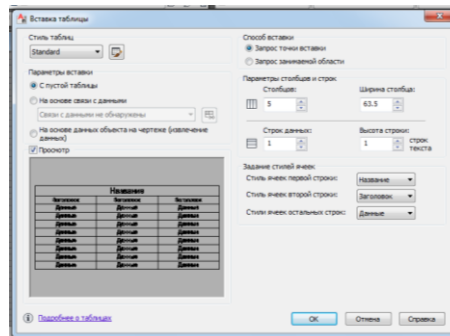

Рисунок 5.32 - Вкладка «Вставка таблицы»
- 2 На вкладке «Вставка таблицы» задать параметры: количество строк, столбцов, высота и ширина строки и столбца (рисунок 5.32).